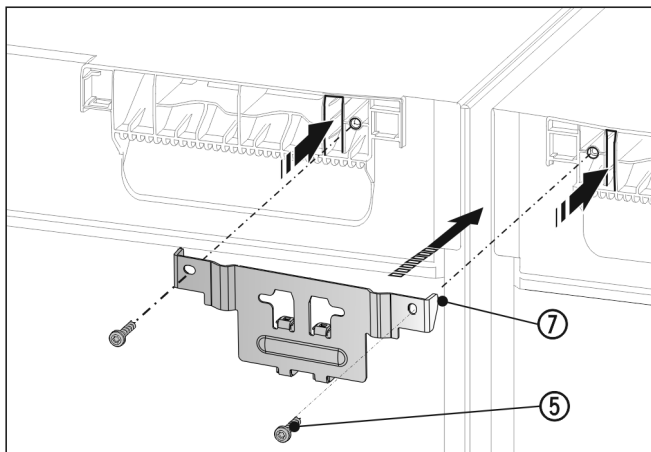

Fig. 19
- Pousser l'équerre Fig. 19 (7) avec l'entretoise entre les appareils avec les languettes dans le plafond de l'appareil. Serrer fermement avec 2 vis Fig. 19 (5).